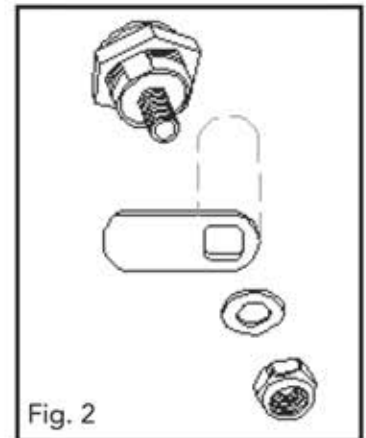

Fig. 2
2. Select throw latch that matches your mailbox model number and install as shown (Fig. 2).
Seleccione el pestillo de proyección que corresponda al número de modelo de us buzón e instálolo como se muestra (Fig. 2).